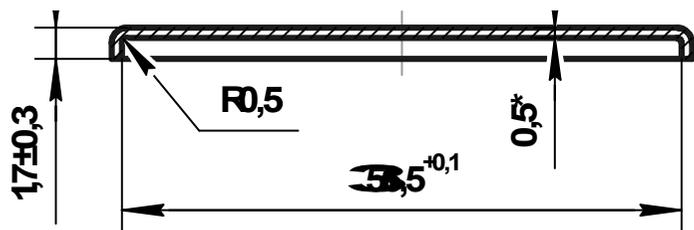
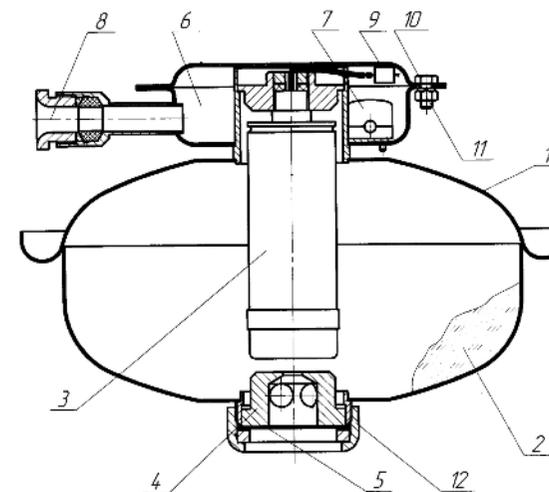

Рисунок 5
Рисунок 1
После установки мембраны необходимо обеспечить момент затяжки гайки **12** (см. рисунок 1) усилием (150 ± 10) Н·м.
4.1.1 МПП (см. рисунок 1) состоит из корпуса **1**, в котором размещаются огнетушащий порошок (ОП) **2** и источник холодного газа (ИХГ) **3**. В нижней части корпуса находится насадок-распылитель **4**, выходное отверстие которого перекрыто мембраной **5**.
7.3 При перезарядке и сборке сработавшего на тушение возгорания МПП необходимо использовать ИХГ (поз. 3 рисунок 1) ИХГ-4(М)-01 СИАВ 066614.023.000 ТУ, заполнить корпус МПП огнетушащим порошком и установить мембрану (поз. 5 рисунок 1), изготовленную по чертежу (рисунок 5) из листа АМцН2-0,5 ГОСТ 21631-76.